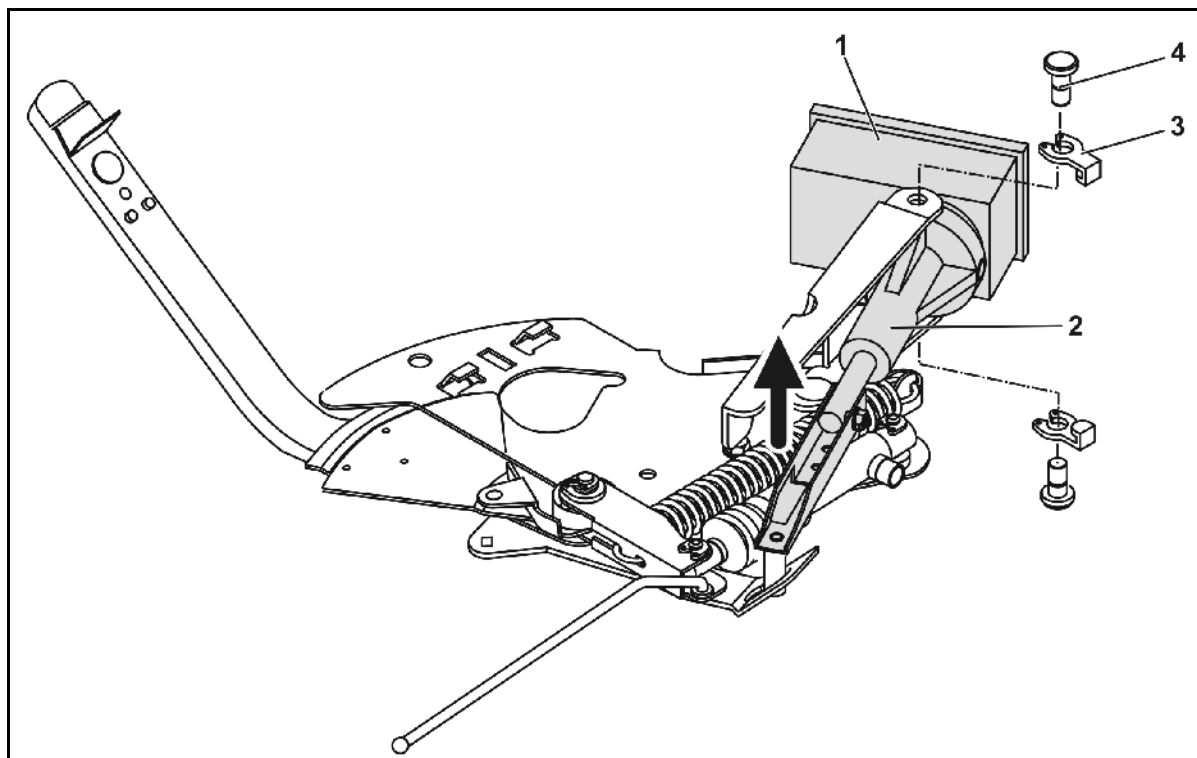

Fig. 82
1. Ta bort de båda fästklämmorna (Fig. 82/3) med en tång.
2. Dra ur de båda ledbultarna (Fig. 82/4).
3. Ta ut ställmotorn (Fig. 82/1) ur motorkonsolen.
4. Lyft ställmotorn och lossa skjutstången (Fig. 82/2) från doseringsspjällets stickkontakt.
Fäst skjutstangen (Fig. 82/2) med hjälpmedel så att den inte kan pendla in i hydraulcylinderns arbetsområde.